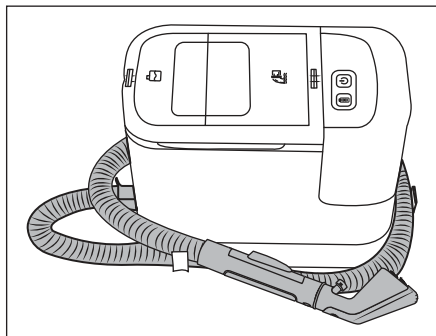

Bild 4
- ♦ Dra ut slanghållaren 15 ur produkten. Läggs spray-/sugslangen 19 runt produkten. Använd då slanghållarna 15/16 (se bild 4).